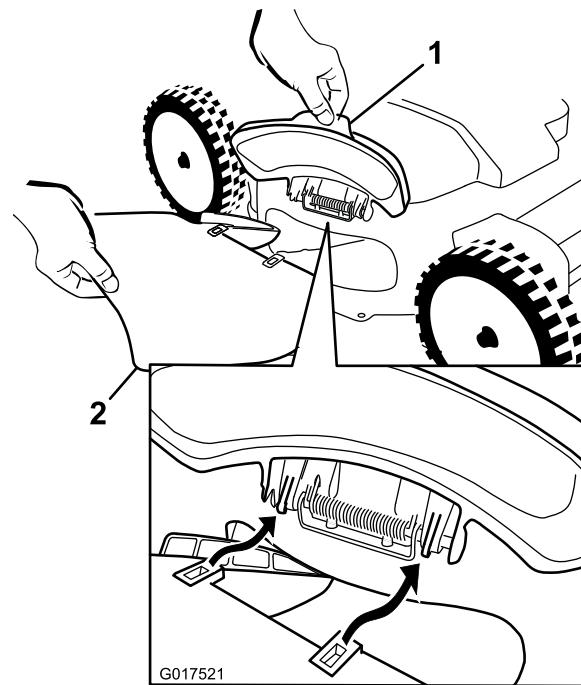
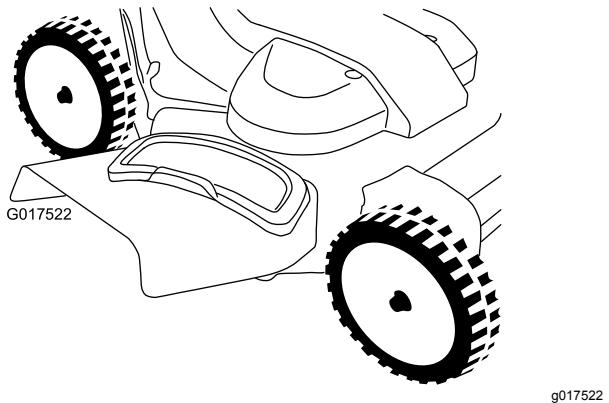

Figura 28
Figura 29
- Levante la tapa de descarga lateral (Figura 28).
- Instale el conducto de descarga lateral según se muestra en Figura 28 y Figura 29, y cierre la puerta sobre el conducto.